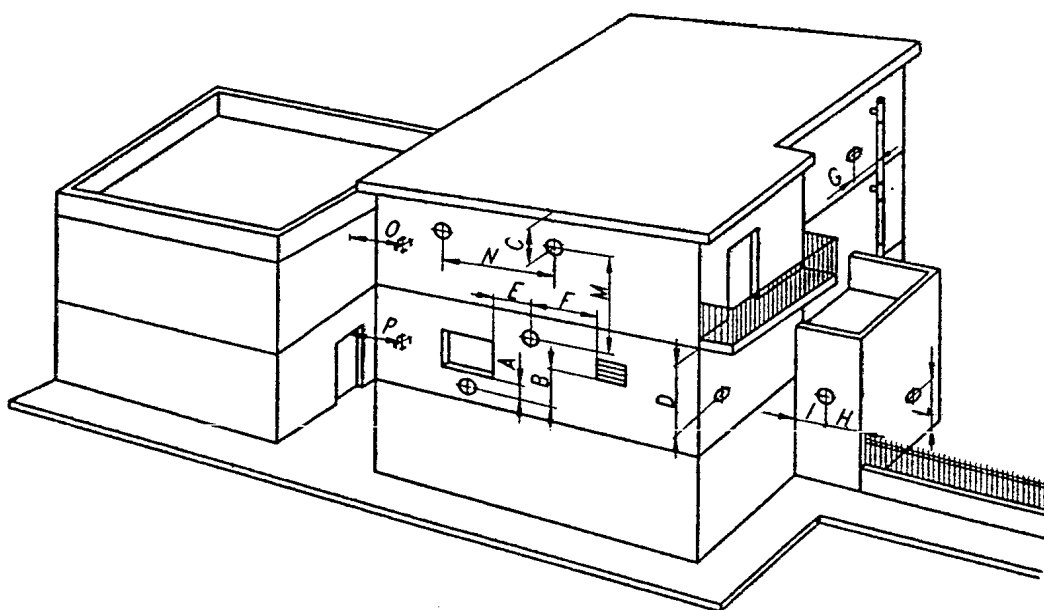

Fig. 17
- essere posizionati (vedere fig. 17) in modo che, per la sezione di efflusso nell'atmosfera, vengano rispettate le distanze indicate nel prospetto seguente.